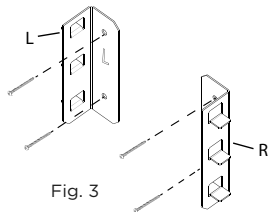

Fig. 3
- Installez les supports verticaux sur le mur, en utilisant 2 ancrages de 10 x 50 mm et en les fixant avec 2 vis de 5,4 x 75 mm et 2 rondelles de 5,3 x 20 mm. (Fig. 3)